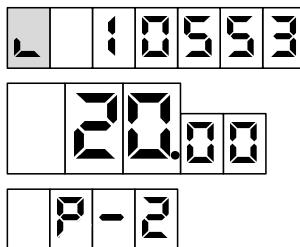

Рисунок 8
9.6 Предусмотрен просмотр на табло значений суммарного счетчика рукава в строке указателя стоимости с мигающим символом "L" в старшем разряде. В строке цены за литр отображается порядковый номер рукава и символы "P-" (рисунок 8). В случае многорукавной колонки, чтобы просмотреть на табло значения суммарных счетчиков других рукавов стороны, необходимо снять раздаточный кран интересующего рукава. В этом режиме допускается выдача топлива.